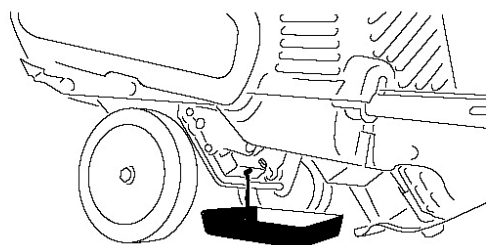

Рисунок 25
3. Расположите поддон для слива масла под сливным отверстием, открутите сливную пробку, наклоните снегоборщик назад и перелейте масло в поддон для слива масла (Рис. 25)